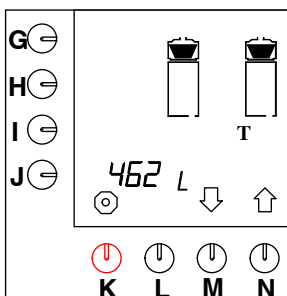

Fig. 38 Kaffebryggerens samlede tæller
- Tryk på valgknappen (N.)↑, indtil fig. 38 vises i displayet.